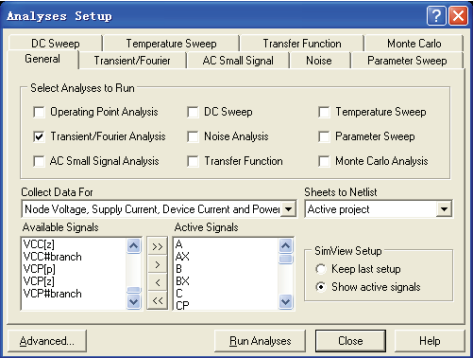
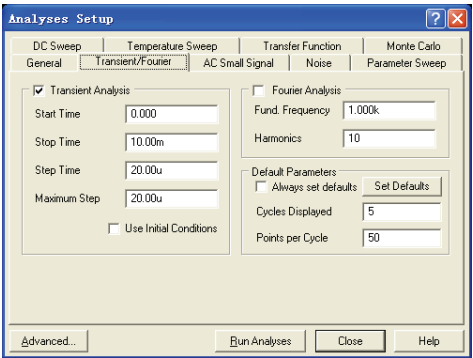

图 4-42 “General” 选项卡
图 4-43 “Transient/Fourier” 选项卡
2) 仿真器的设置。与上例不同的是，数字/模拟混合电路将不进行静态工作点的分析，在此仅选择瞬态分析，其他的分析以此类推。仿真器的设置如图 4-42 所示，瞬态分析设置如图 4-43 所示。
3) 仿真器输出的仿真结果。采用如图 4-43 所示的设置完成仿真后，仿真器将输出“*.sdf”文件，即输出波形。